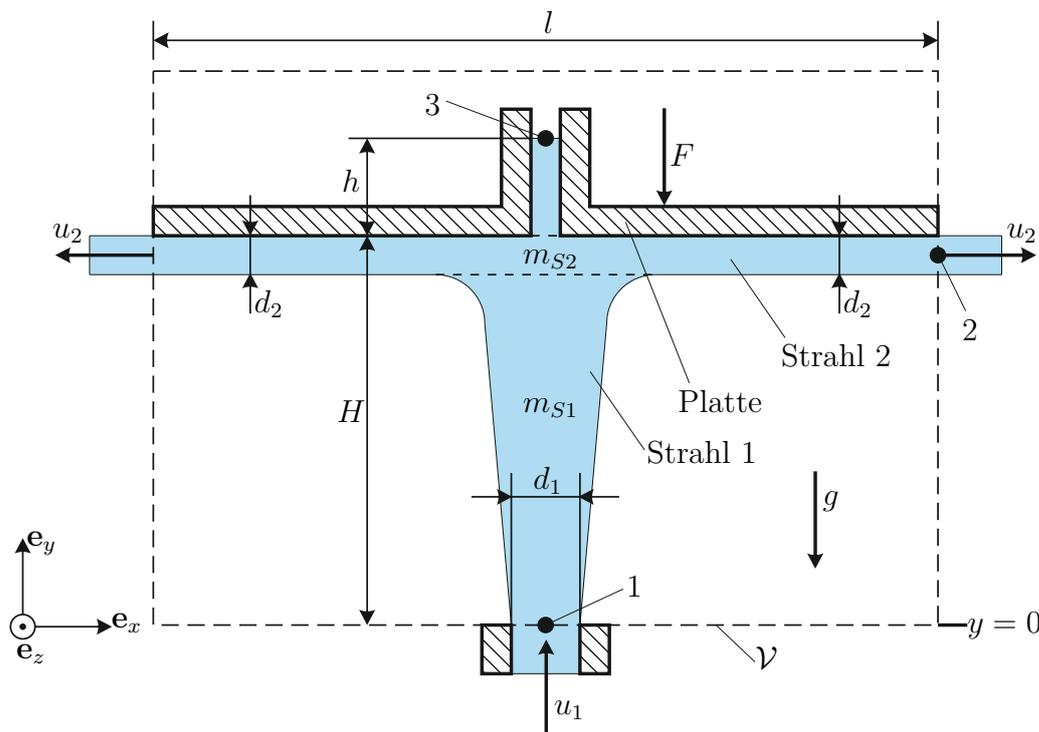

Abbildung 3: Angeströmte horizontale Platte.
in z -Richtung durch einen Freistrahling angeströmt, siehe Abb. 3. In der Mitte der
- Geben Sie die Gewichtskraft F_f des Fluids an, indem Sie die Masse m_{S1} des Strahls 1 sowie die Masse m_{S2} des Strahls 2 bestimmen, siehe Abb. 3. 4 P. |